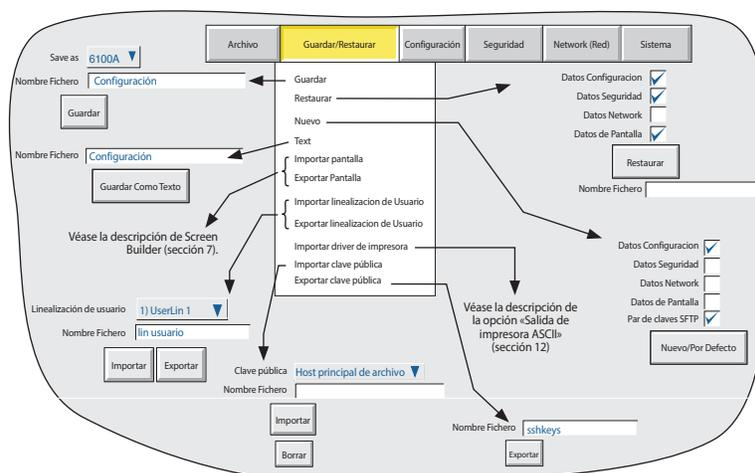

Imagen 4.2a Menú Guardar/Restaurar
Como se muestra en la imagen 4.2a, al tocar la tecla «Guardar/Restaurar», se abre la siguiente lista de selección: «Guardar, Restaurar, Nuevo, Texto, Importar/Exportar pantalla, Importar/Exportar linealización de usuario, Importar controlador de impresora». La opción «Importar/Exportar pantalla» solo aparece si la opción «Pantallas de usuario» está habilitada.
1. Al seleccionar «Guardar/Restaurar > Nuevo», aparece el menú «Guardar/Restaurar» (consulte Imagen 4.2a Menú Guardar/Restaurar en la página 59).
2. Pulse el botón «Guardar/Restaurar» y luego seleccione «Importar clave pública» en el menú desplegable. Para obtener más información sobre el menú, consulte Imagen 4.2a Menú Guardar/Restaurar en la página 59.